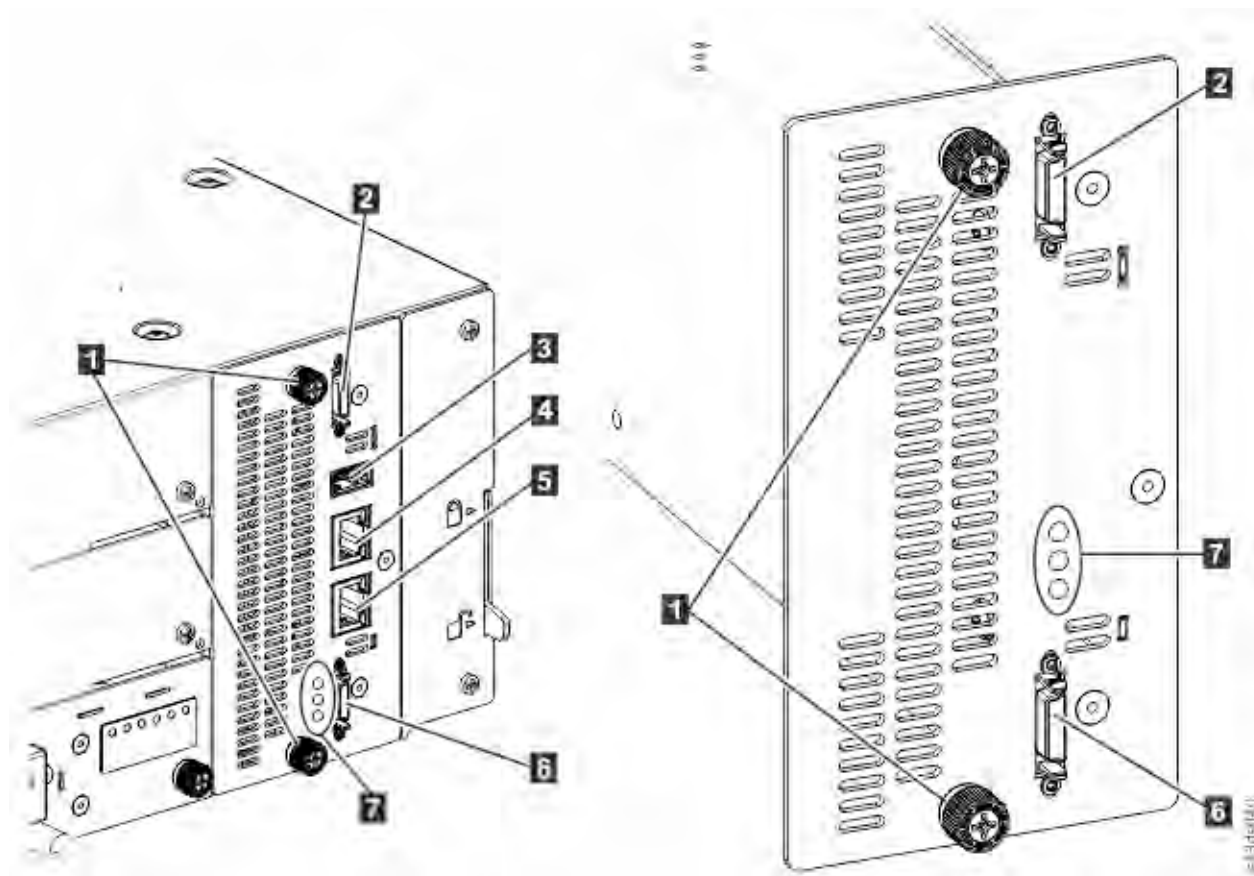

Figura 78. Componenti scheda controller
3. Rimuovere i cavi Ethernet (4 e 5) e il cavo USB (3), se presente. (Un modulo di espansione non dispone di porte Ethernet o USB. Consultare Figura 78 a pagina 174).
4. Allentare le due viti a testa piatta blu (1) sul controller.
3. Stringere le viti a testa piatta blu (1) con le dita per fissarlo al modulo.
4. Sostituire i cavi di interconnessione di espansione (2 e 6), il cavo Ethernet o i cavi (4 e 5) e il cavo USB (3) che sono stati rimossi in precedenza. (Un modulo di espansione non dispone di porte Ethernet o USB. Consultare Figura 78 a pagina 174).